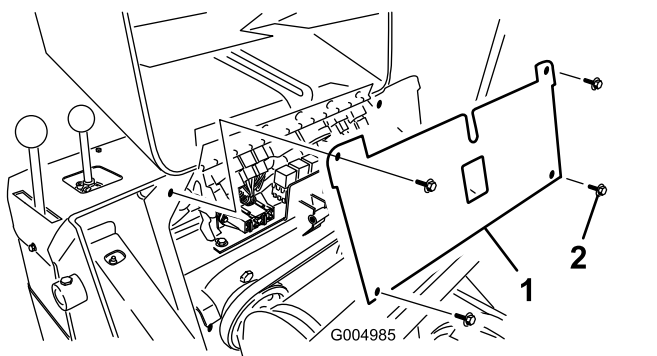

図 42
5. ヒューズパネルを固定しているねじ4本を外し、パネルを上方に引き出して外す 図 42。